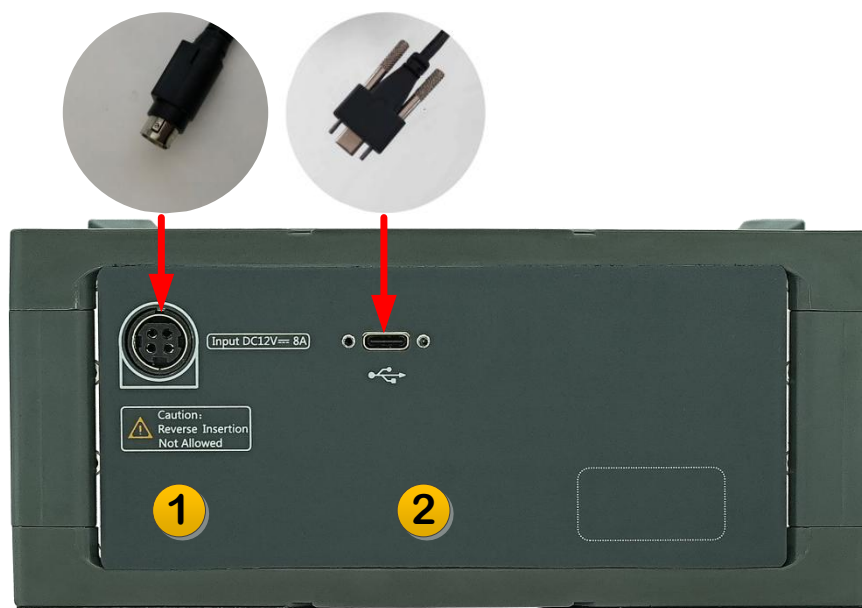

图5. 连接电源适配器与 USB 电缆
按图 5 所示将 USB 线的 Type-C 插头插入后面板②，将 AC/DC 电源适配器的 DC 插头插入后面板①。将 USB 线的 USB-A 插头插入 PC 的一个 USB 端口（PC 端接口需要是 3.0 接口）。将适配器的 AC 插头插入 220VAC 电源系统。按前面板 Power 键⑨，启动仪器。如果电源正常，前面板的 LED 灯变为橙色。